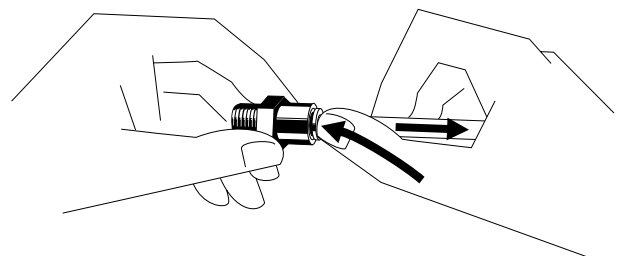

Figura 11
4. Quitar todos los tubos neumáticos de la pieza que va a repararse (ver punto a) «Extracción de los tubos neumáticos», página 11, figura 11).
6. Sacar el tornillo tapa (1) y la junta tórica (2) del tubo del flujómetro (4) con un destornillador pequeño.
7. Inclinar el flujómetro hasta que la bola «flotante» (3) se salga del tubo del flujómetro (4).
8. Limpiar la bola «flotante» (3) y el interior del tubo del flujómetro (4) con un trapo limpio.